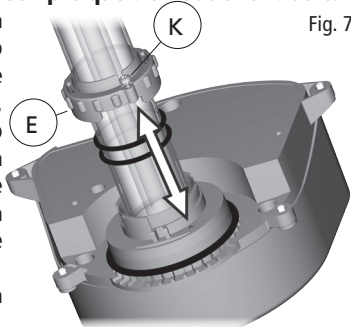
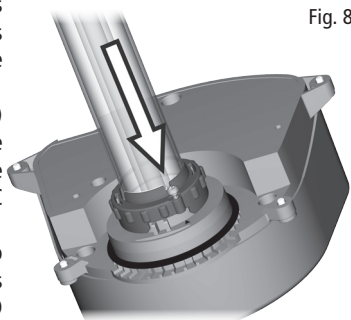
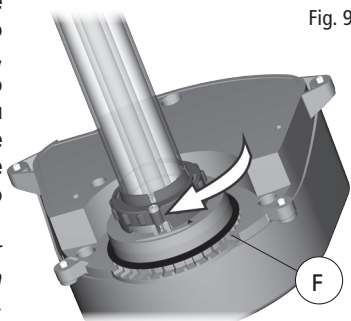

Fig. 7
Fig. 8
Fig. 9
- Nesta fase, é possível limpar a manga de quartzo (C), se necessário. **Para limpar a manga de quartzo, use um pano macio e húmido para limpar calcário e detritos. Para remover sujidades mais difíceis, pode utilizar vinagre. Não utilize detergentes ou outros produtos químicos para limpeza. Se não for necessário substituir a lâmpada UV-C, avance directamente para o ponto N.º 10.**
- Para aceder à lâmpada UV-C (B), retire a Manga de quartzo (C) desapertando primeiro cerca de 3 voltas, o parafuso de segurança (K) da Flange de retenção (E) que a prende à cabeça UV-C. Em seguida, vire a Flange de retenção aproximadamente 30 graus para a esquerda até o parafuso ficar alinhado com a seta presente na cabeça UV-C e puxe para desengatá-lo do sítio. Importante: a Flange de Retenção está equipada com um parafuso de segurança anti-perda. Não há necessidade de retirar o parafuso completamente. Desaperte o parafuso apenas até a Flange de retenção se soltar permitindo ser rodada e desengatada da sua posição.
- Assim que a Manga de quartzo for retirado, puxe a lâmpada UV-C (B) do suporte da lâmpada (se não for o primeiro arranque) e substitua-a por uma nova. **AVISO - NÃO TENHA OBSERVAR A LÂMPADA QUANDO ESTIVER ACESA!** A exposição directa à luz ultravioleta pode ser prejudicial para os olhos e para a pele. Não teste a lâmpada UV-C sem o filtro estar totalmente montado e fechado. **IMPORTANTE** – Utilize apenas peças sobresselentes originais da Laguna. Consulte a Lista de peças sobresselentes para a identificação correcta do número da peça.
- Coloque a Manga de quartzo (C) e os dois O-rings (D) novamente na respectiva posição original. Recomenda-se lubrificar os O-Rings com um lubrificante adequado. **IMPORTANTE** – O Amortecedor da lâmpada (Y) no interior da manga de quartzo deve ser colocado entre a lâmpada e a parte inferior da manga de quartzo. Não o retire. **IMPORTANTE – Os dois O-rings (D) da manga de quartzo (C) têm de ser substituídos sempre que a unidade for aberta.**
- Coloque a flange de retenção (E) na posição original. Simplesmente alinhe o parafuso com a seta e pressione a flange em direcção à cabeça UV-C e, em seguida, rode a Flange de Retenção aproximadamente 30 graus para a esquerda em direcção ao parafuso de segurança (K). Neste momento aperte a Flange de Retenção com o parafuso de segurança (K) (Fig. 7 - Fig. 8 - Fig. 9).
- Verifique para garantir que a Manga de quartzo (C) não está danificada. Verifique se todos os componentes estão presentes e se foram montados correctamente. Se tiver dúvidas, consulte o seu representante da Laguna.
- Coloque novamente a cabeça UV-C (A) na tampa do filtro (G), certificando-se de que o O-ring interior (F) está devidamente colocado antes de fixar a cabeça UV-C com os parafusos (J).
- Fixe a cabeça UV-C (A) à tampa do filtro colocando novamente os 4 parafusos anti-perda na Cabeça UV-C (J). **AVISO – Risco de electrocussão: Antes de ligar a lâmpada, certifique-se de que TODOS os O-Rings estão novamente na posição original, TODOS os parafusos estão apertados e a unidade não sofreu danos. Antes de ligar a unidade à fonte de alimentação, efectue o Teste de humidade do filtro (consulte abaixo).**